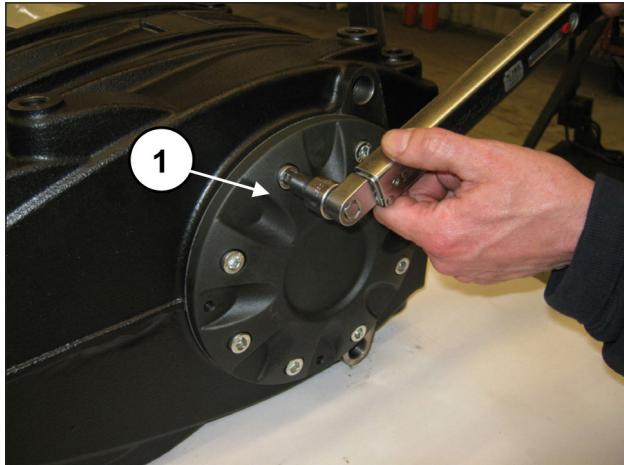

Fig. 62
Tighten the 8 M10x30 screws (pos. ①, Fig. 62).